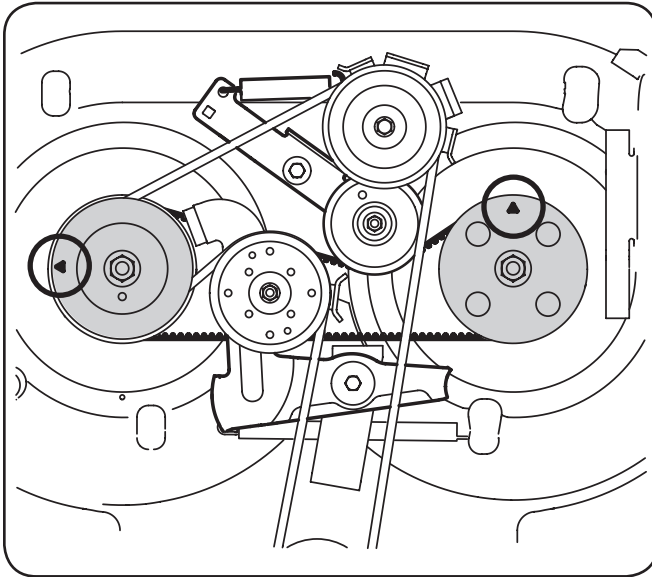

Figure 6-6
2. Une flèche se trouve sur le dessus de chaque poulie de fusée. Voir Figure 6-6. Les flèches doivent être à angle droit, c'est-à-dire à un angle de 90 degrés, l'une par rapport à l'autre.